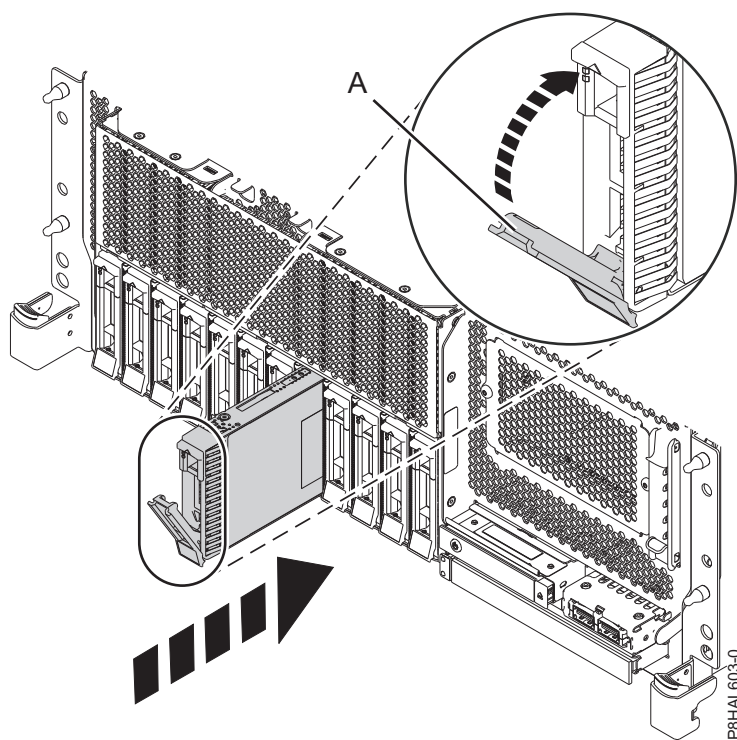
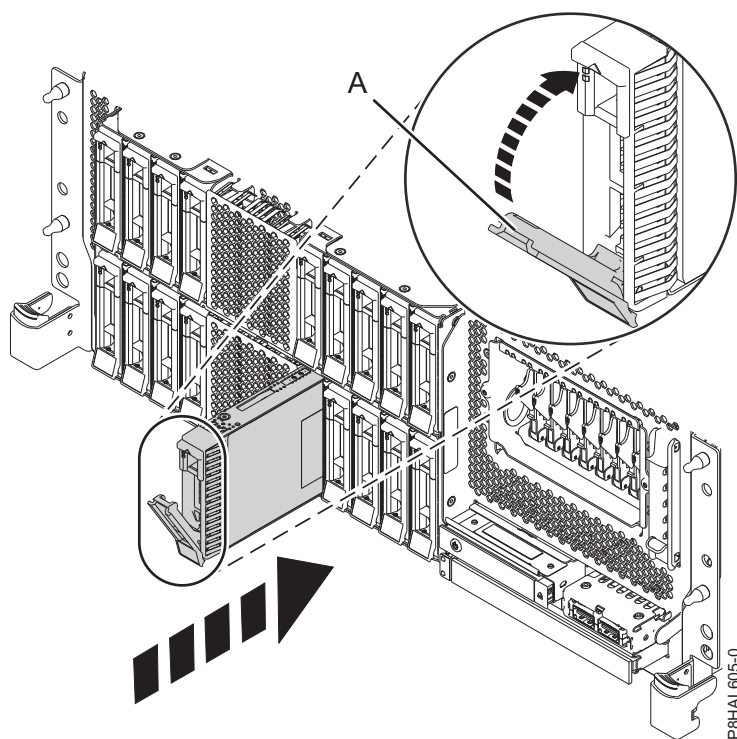
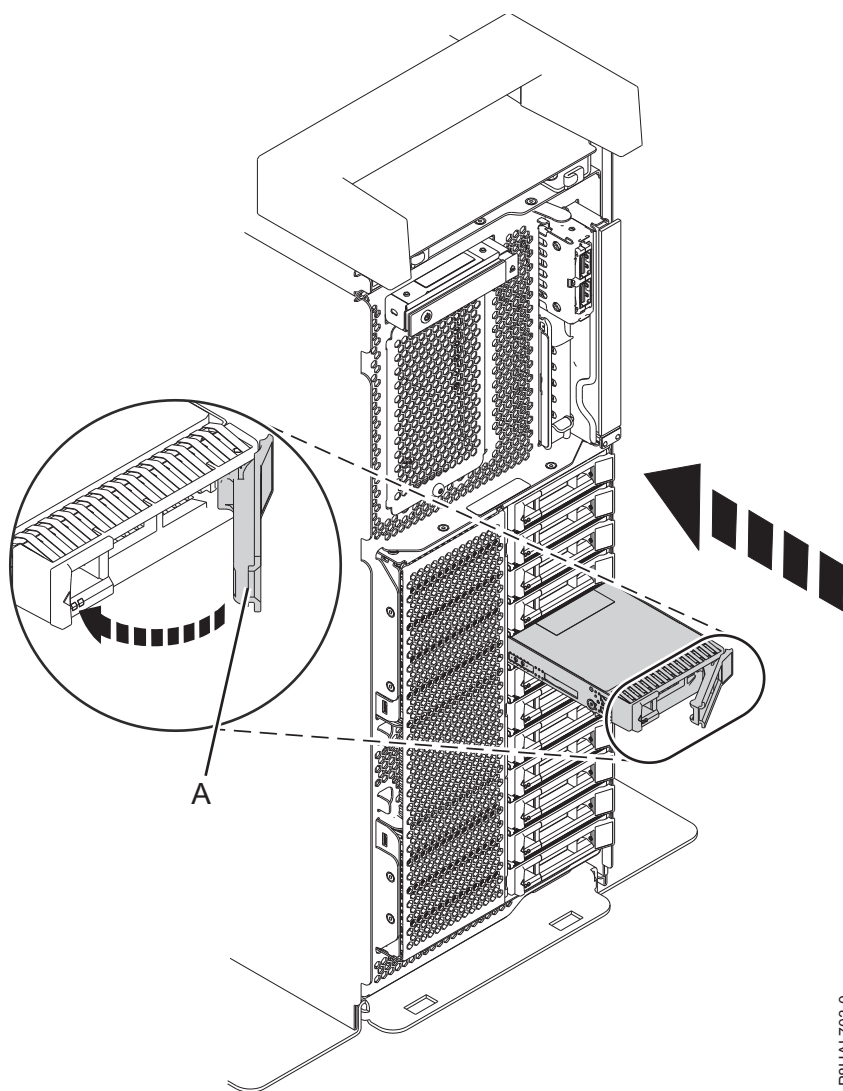
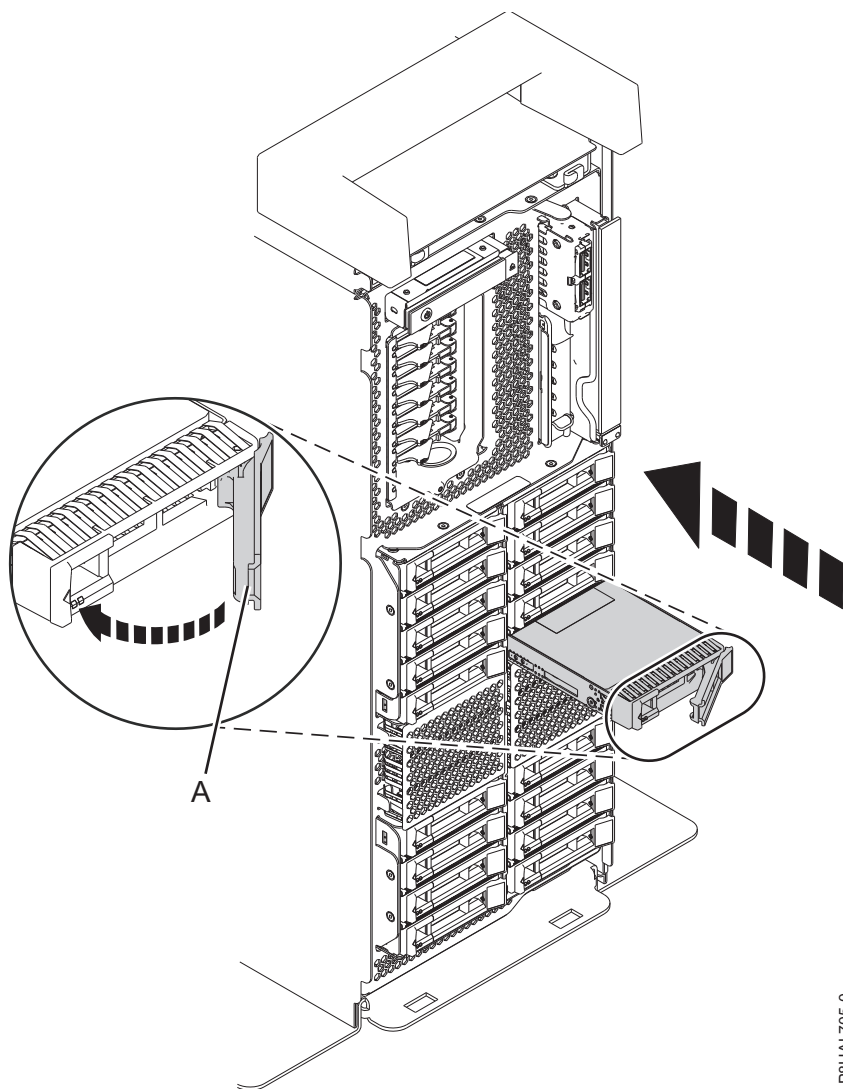

Figura 107. Substitució d'una unitat de disc d'un sistema de funció bàsica muntat en bastidor
Figura 108. Substitució d'una unitat de disc d'un sistema de funció expandida muntat en bastidor
Figura 109. Substitució d'una unitat de disc d'un sistema de funció bàsica autònom
Figura 110. Substitució d'una unitat de disc d'un sistema de funció expandida autònom
4. Desbloquegeu la nansa del compartiment d'unitats **(A)** prement-la i estirant-la cap a vosaltres. Si la nansa no s'estén del tot, la unitat no podrà lliscar en el sistema. Consulteu Figura 107 a la pàgina 119, Figura 108 a la pàgina 119, Figura 109 a la pàgina 120 i Figura 110 a la pàgina 121.
9. Quan el LED d'identificació es torni fix, moveu la unitat al fons del sistema i pressioneu la nansa de la unitat **(A)** fins que quedi bloquejada, tal com es mostra a Figura 107 a la pàgina 119, Figura 108 a la pàgina 119, Figura 109 a la pàgina 120 i Figura 110 a la pàgina 121.